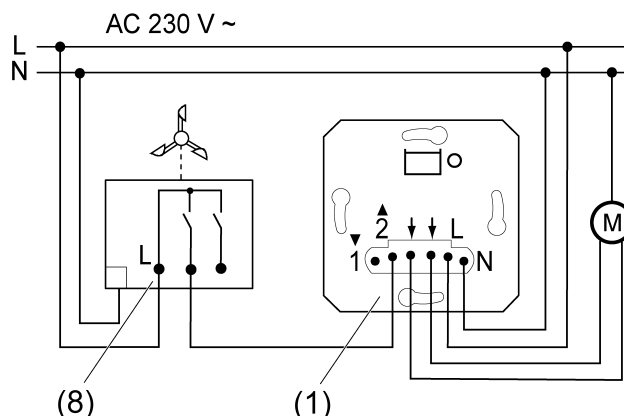

Imagen 6: Ejemplo de conexión del sensor de viento
- Conectar el sensor de viento (8) según el ejemplo de conexión (Imagen 6). La alarma de viento se implementa a través de la entrada supletoria 2.